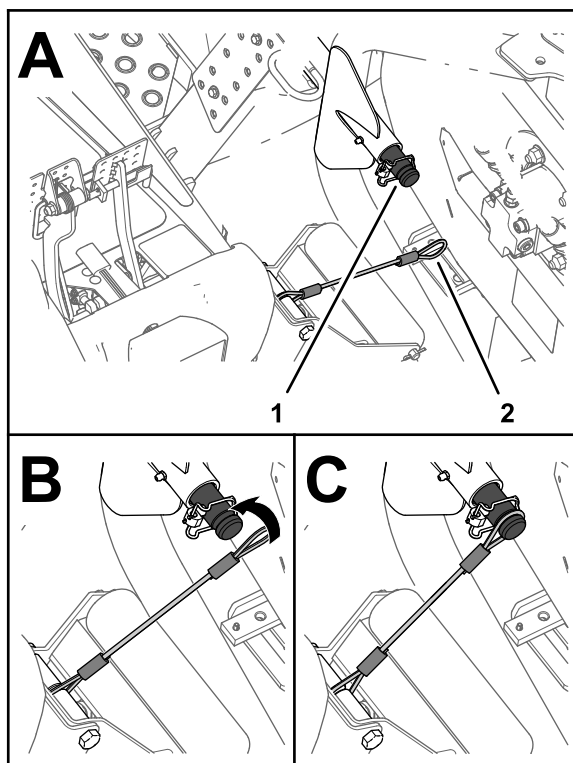

Рисунок 28
6. Наденьте петлю стропа на несущий вал до полной посадки петли в канавку вала (Рисунок 28).
5. Совместите строп с несущим валом подъемного рычага переднего наружного режущего блока (Рисунок 28).